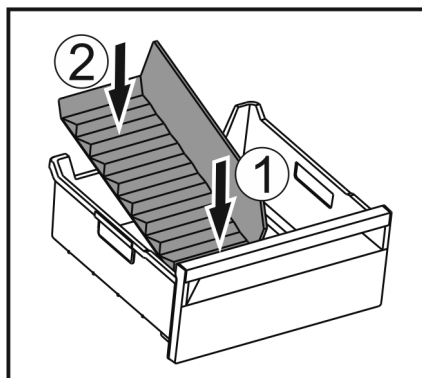

Fig. 222
- Vložte přední část přepážky přihrádky na led. Fig. 222 (1)
- Zadní část přepážky přihrádky na led spusťte až na dno zásuvky. Fig. 222 (2)